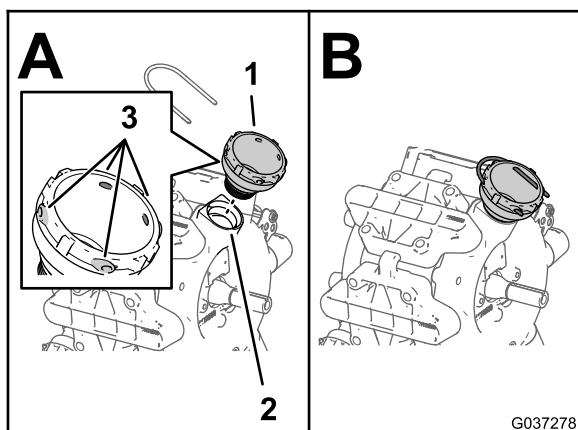
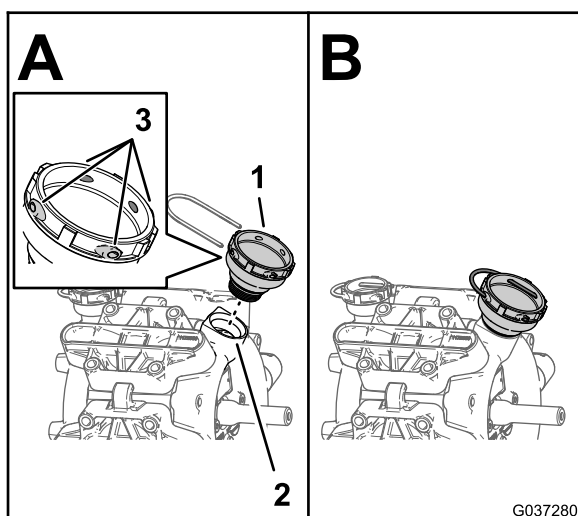

Figura 7
Figura 8
6. Monte a união de 1½" (38,1 mm) na porta de retorno da bomba (Figura 7 ou Figura 8).